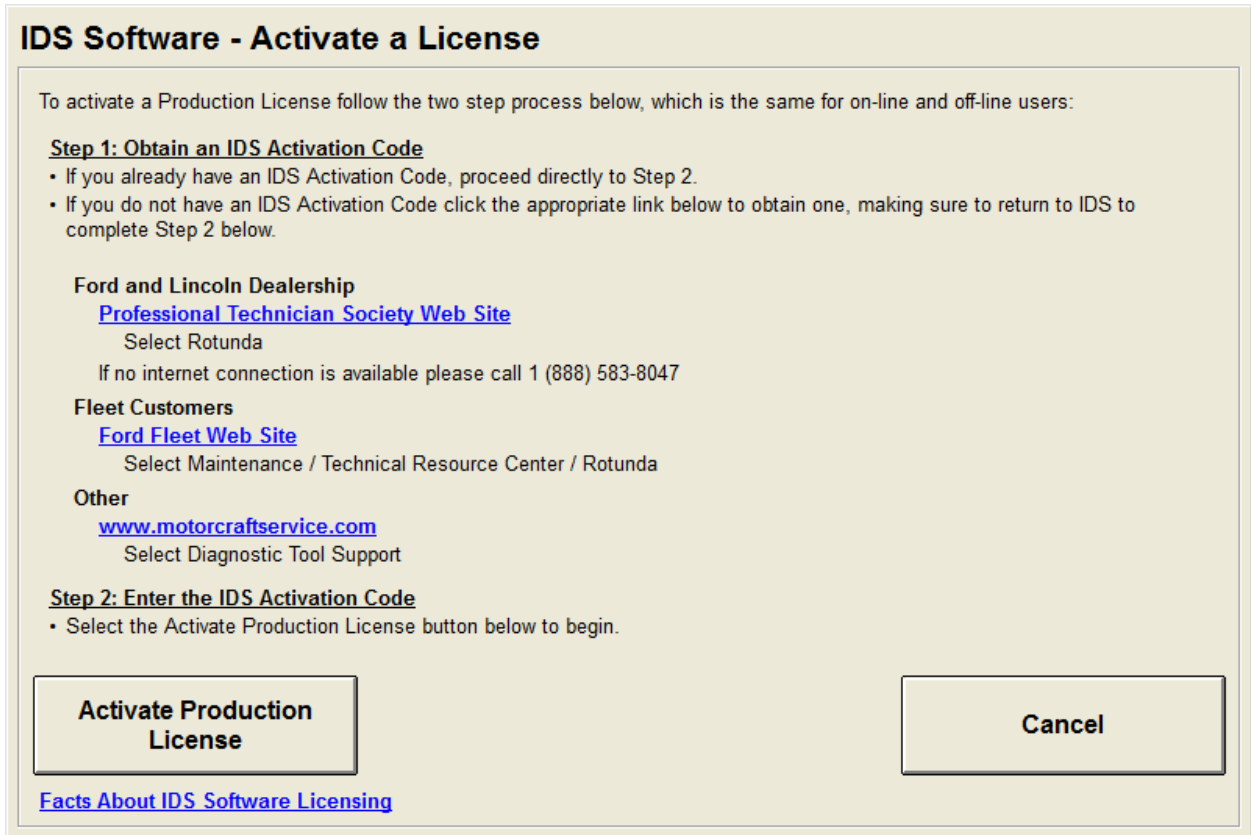

FIGURE 1: ÉCRAN CONTEXTUEL ACTIVATE A LICENSE
- Un code d'activation de licence unique est fourni avec chaque abonnement au logiciel. Le code d'activation de la licence est entré dans le système **IDS** pour activer le logiciel illustré à la **FIGURE 1**.
Le processus d'activation de la licence du logiciel du système **IDS** compte deux étapes comme le montre l'écran contextuel du logiciel du système **IDS** à la **FIGURE 1**.